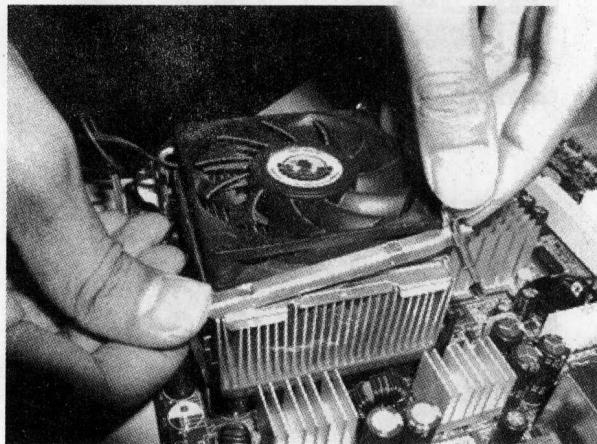

图 1-5 安装 CPU 风扇
(2) CPU 风扇的安装较复杂，其步骤如下：
- ① 在主板上找到安装好的 CPU 及其支撑架的位置。
- ② 将散热片妥善定位在支撑架上。
③ 将散热风扇安装在散热片的顶部——向下压风扇直到它的四个卡子嵌入与支撑架对应的孔中。
④ 将两个压杆压下以固定风扇。注意：每个压杆都只能沿一个方向压下，如图 1-5 所示。